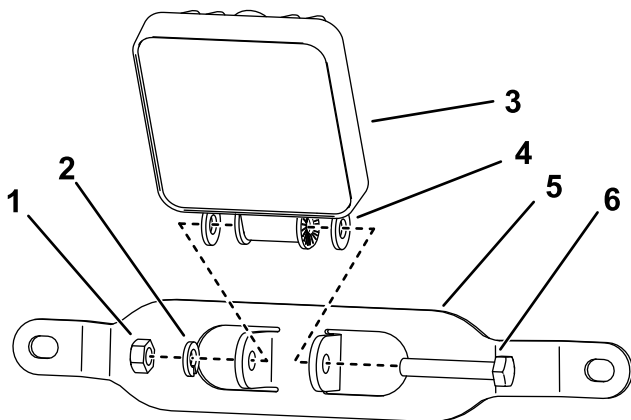

Bild 3
5. Bauen Sie die Arbeitsscheinwerfer wie in Bild 3 dargestellt zusammen.